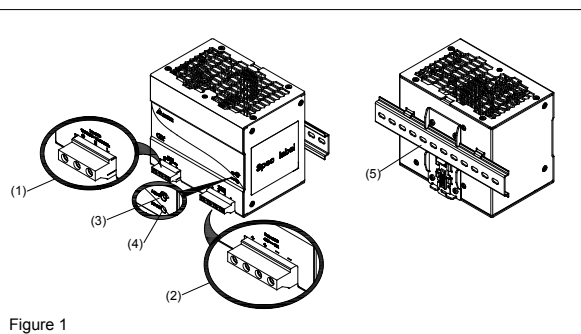
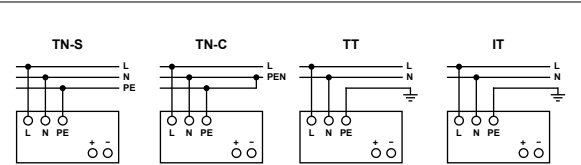

Figure 1
Figure 5
### 2. Device description (Fig. 1)
### 5.1. Input connection (Fig. 1 (1), Fig. 5)
Use L, N and PE connections of input terminal connector (see Fig. 1 (1)) to establish the 100-240Vac connection.
### 5.2. Output connection (Fig. 1 (2))
Use the “+” and “-” screw connections to establish the 48Vdc connection. The output provides 48Vdc. The output voltage can be adjusted from 48 to 56Vdc on the potentiometer. The green LED DC OK displays correct function of the output (Fig. 1 (4)). The device has a short circuit and overload protection and an over voltage protection limited to 57Vdc.
#### 2. Description de l'appareil (Fig. 1)
#### 5.1. Raccordement d'entrée (Fig. 1 (1), Fig. 5)
La connexion au 100-240Vca s'effectue par les bornes L, N et PE (terre de protection) du bornier d'entrée (voir Fig. 1(1)).
#### 5.2. Raccordement de sortie (Fig. 1 (2))
La sortie délivre un courant en 48Vcc. La tension de sortie peut être réglée entre 48 et 56Vcc à l'aide du potentiomètre. Le voyant DEL OK vert indique le bon fonctionnement de la sortie (Fig. 1 (4)).